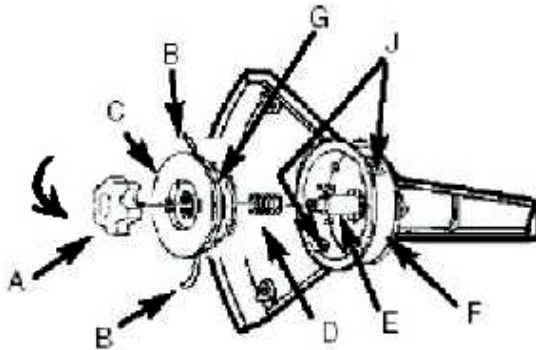

Рис.5
1. Поверните фиксатор (А) против часовой стрелки и снимите его (Рис.5).
2. Снимите бобину (С) и пружину (D) со шпинделя (Е).
4. Сложите пополам (около 10 м) кусок лески, сечением от 2мм до 2,7мм. Поместите образовавшийся изгиб в одну из прорезей (G) делителя бобины.
6. Зафиксируйте каждый конец лески (В) в прорези (G) на противоположных сторонах бобины пружину (D) на шпindel (E). Вставьте каждый конец лески через ушко (U) в корпус (F).
7. Опустите бобину (C) в корпус (F), подавая леску через ушки (U). Убедитесь, что пружина (D) села в бобину (C).
8. Когда бобина (C) оказалась на месте, нажмите на нее, сжимая пружину (D). Резко потяните каждый конец лески (В), чтобы освободить ее из прорезей (G).
9. Продолжайте нажимать на бобину, пока фиксатор (А) не будет повернут по часовой стрелке на шпindel (E). Затяните надежно фиксатор (А), но только усилием руки.